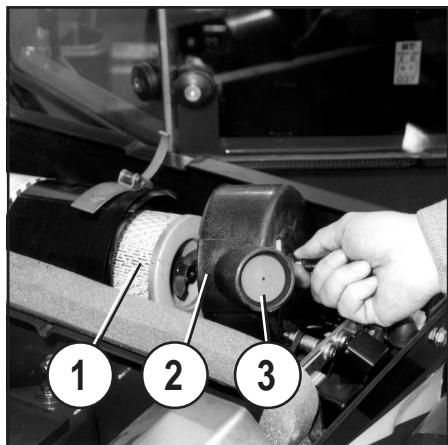

Fig. 35
- 2 - Kontrollér, at gummiventilen, der er anbragt uden på dækslet (3 Fig. 35), ikke er blokeret. Fjern eventuel tilstopning
- 3 - Fjern filterets dæksel (2 fig. 35) fra sædet ved at løsne skruen, der fastgør det.
- 4 - Løsn den centrale skrue, der fastgør luftfilteret (1 fig. 35), og fjern filteret fra dets sæde.